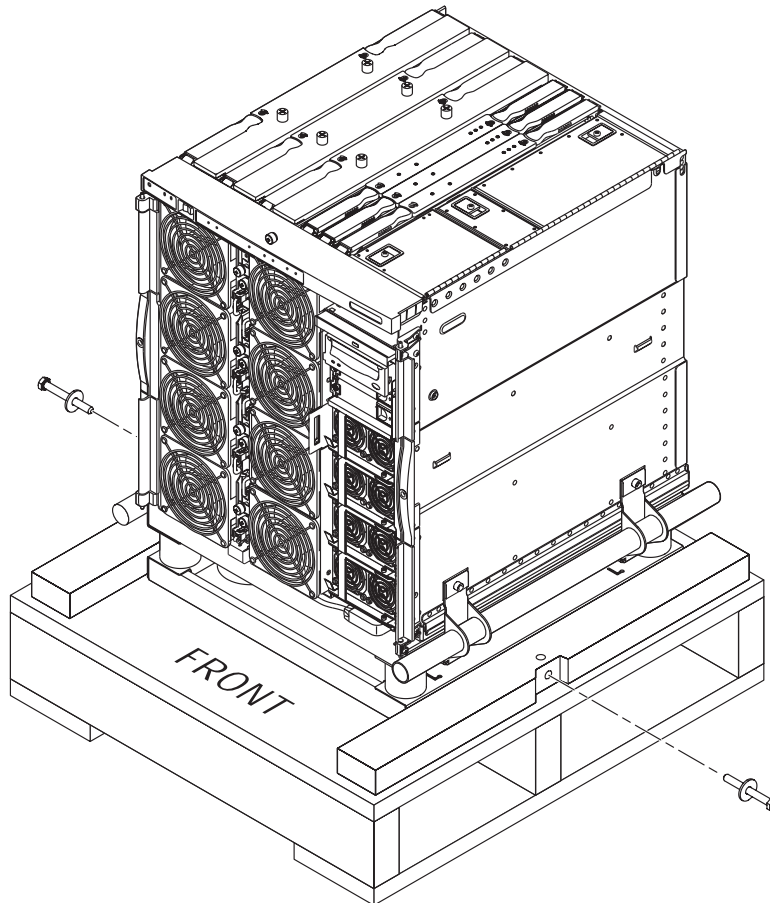

ABBILDUNG 1-7 Entfernen der Bolzen des Versandgestells
2. Entfernen Sie die Bolzen des Metall-Versandgestells (ABBILDUNG 1-7).